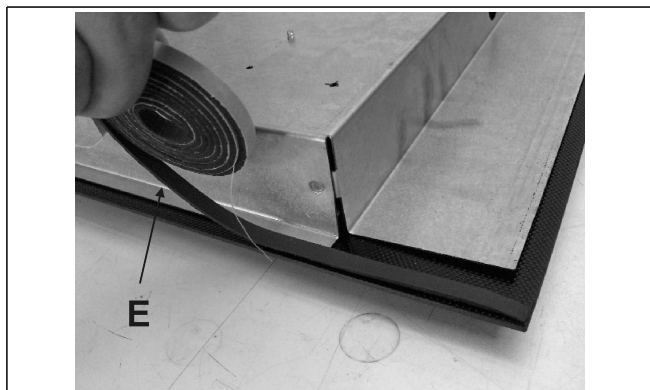

РИС. 11
- Переверните рабочую поверхность. Правильно расположите прокладку "Е" (рис. 11) под краями рабочей поверхности таким образом, чтобы внешняя сторона прокладки точно совпадала с внешним краем рабочей поверхности. Края полосок должны совпадать, не выступая друг над другом.